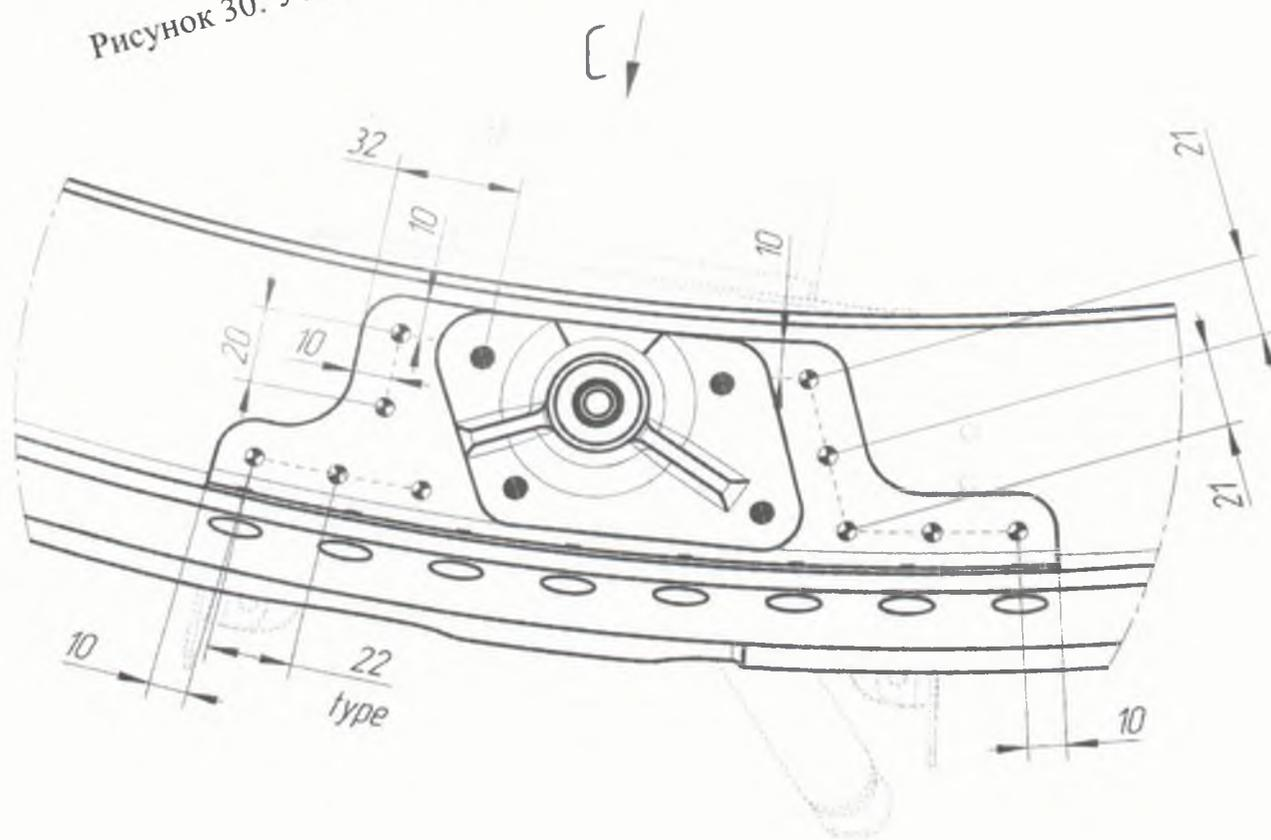

Рисунок 31. Зона А
1.20.4. Ремонтные соединения устанавливать на герметике RRJ-070-ГВ или альтернативном см. рис. 31,32,33,34.